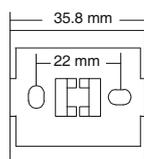

Fig. 4
- A parete con basetta plastica (fig. 4) e calotte coprimorsetti in dotazione (IP30).